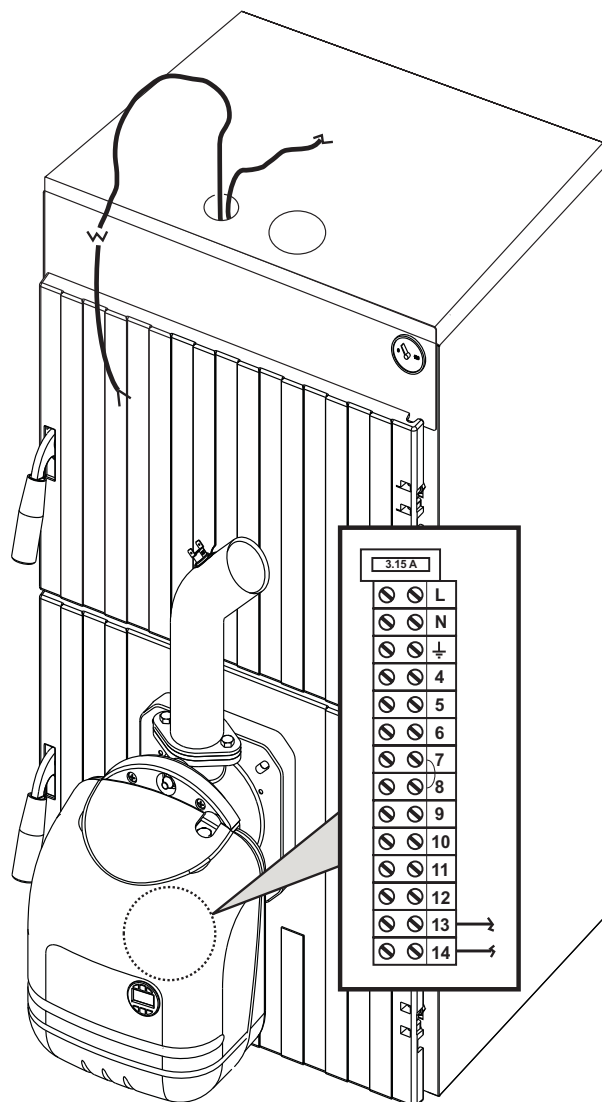

fig. 12
- Coloque la tapa de la caldera y saque el cable por el orificio como se ilustra en fig. 12.